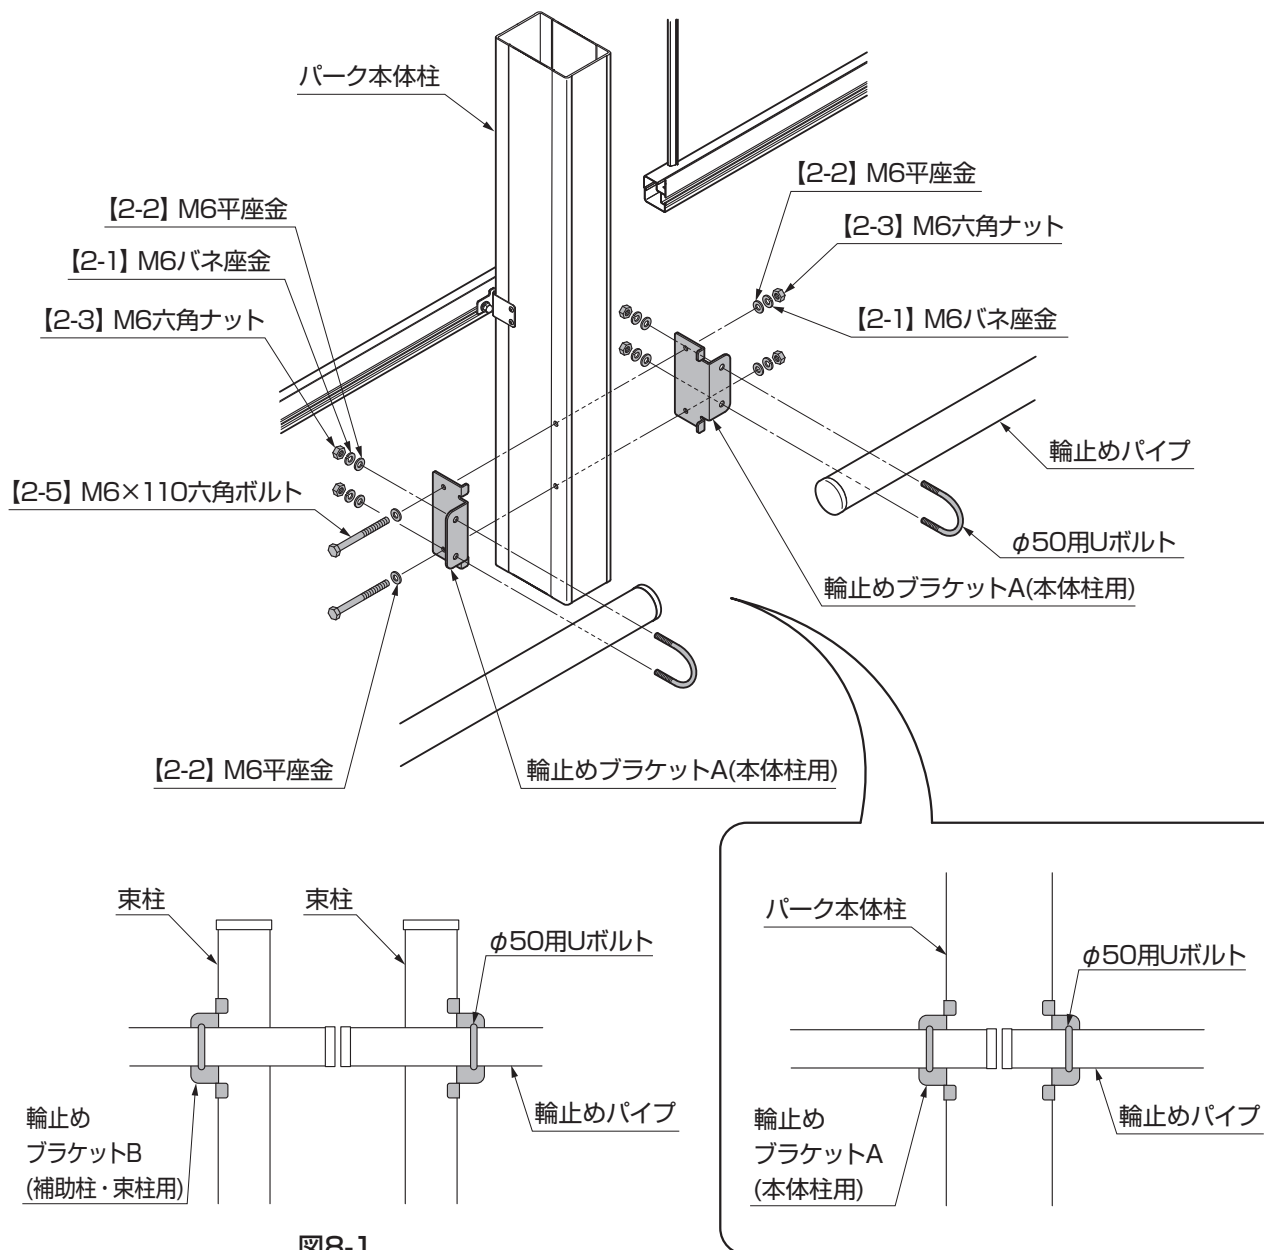

図8-1
- フーゴ・ネスカ A・F・RスタイルのL36・L43・L50とフーゴR1500スタイルの全型の場合は、束柱で輪止めパイプを固定します。(図8-1参照)